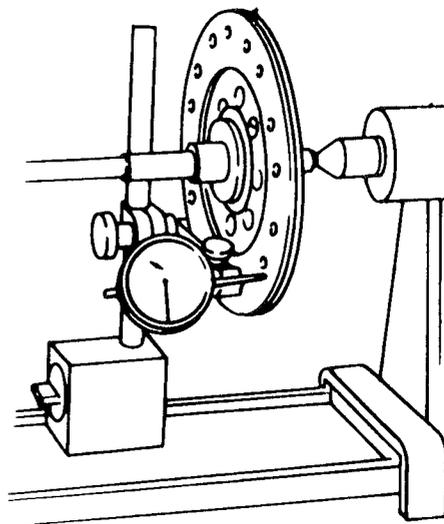

Bild 105a
- Um Mitnehmerscheiben auf Schlag zu kontrollieren, spannt man sie auf einem passenden Dorn oder einer Kupplungswelle zwischen die Spitzen einer Drehbank. Eine Messuhr mit einem geeigneten Halter neben der Scheibe so aufsetzen, dass der Messfinger gegen den Rand der Scheibe anliegt und zwar an der Aussenkante der Scheibe (Bild 105a). Die Scheibe langsam durchdrehen und die Anzeige der Messuhr ablesen. Falls die Anzeige grösser als 0,4 mm ist, kann man die Scheibe, falls erwünscht, vorsichtig mit einer Zange richten. Andernfalls die Scheibe erneuern.